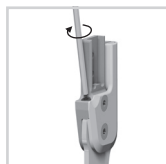

Fig. 18
- 6 Avvitare la vite di regolazione fino alla posizione desiderata (fig. 18).